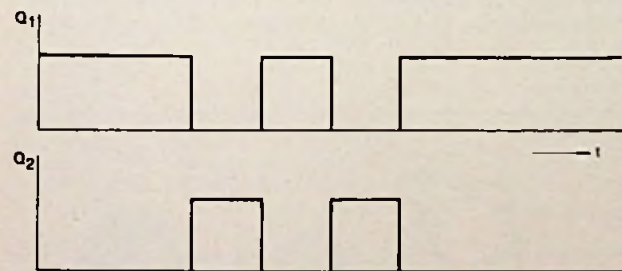

Fig. 34.
b. Met behulp van deze tabel (of met bovenstaande formules) kunnen we nu de tijdvolgordediagrammen voor Q_1 en Q_2 tekenen (fig. 34).